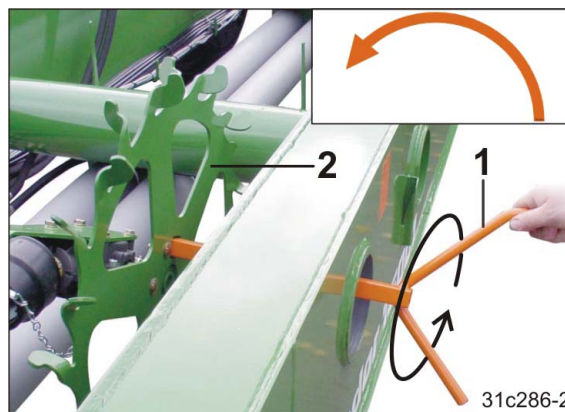

Рис. 128
12. Вставьте рукоятку для установки нормы высева (Рис. 128/1) в колесо с почвозацепами (Рис. 128/2).